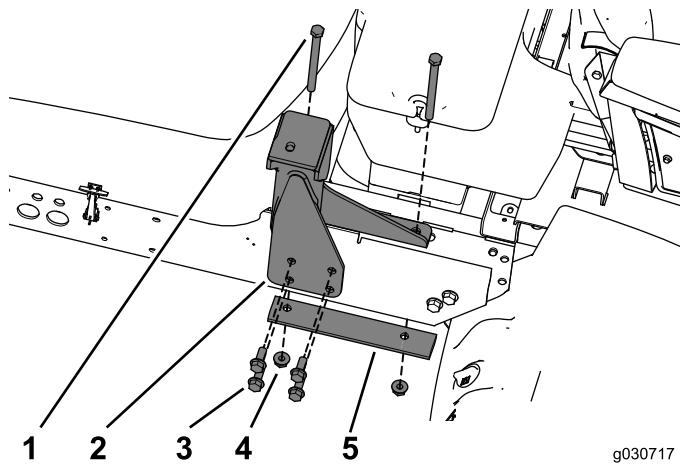

Bild 21
- Befestigen Sie die rechte hintere Befestigung mit den neuen Befestigungen am Rahmen (Bild 21).